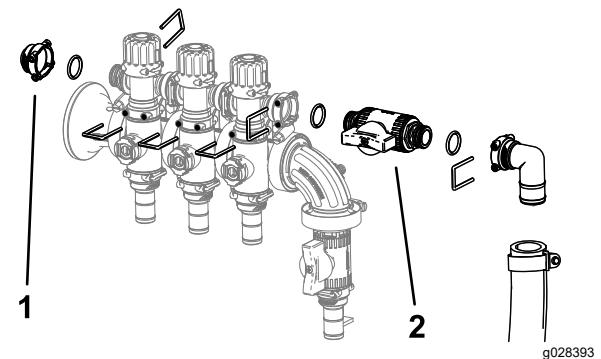

Figura 6
5. Instale el conjunto de válvulas de desvío, la tapa hembra, las juntas tóricas, la válvula de cierre, el acoplamiento y la manguera con las horquillas de retención que retiró anteriormente, tal y como se muestra en la Figura 6.